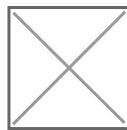

Figura 7 – Onda eletromagnética
- Onda eletromagnética é uma combinação de um campo elétrico e um campo magnético, onde esses campos se propagam em uma mesma direção, porém em planos ortogonais. É de conhecimento que uma variação no campo magnético induz um campo elétrico e vice-versa, portanto numa onda eletromagnética o campo elétrico é gerado pelo campo magnético que por sua vez é gerado pelo campo elétrico, ambos se nutrindo num arranjo perfeito, veja a figura 7.
são perpendiculares um ao outro e também à direção de propagação da onda que se desloca com velocidade v. Isso nos permite classificar a onda eletromagnética como onda transversal. A figura 7 mostra a disposição dos campos elétricos e magnéticos de uma onda eletromagnética, e a direção e o sentido de sua propagação.